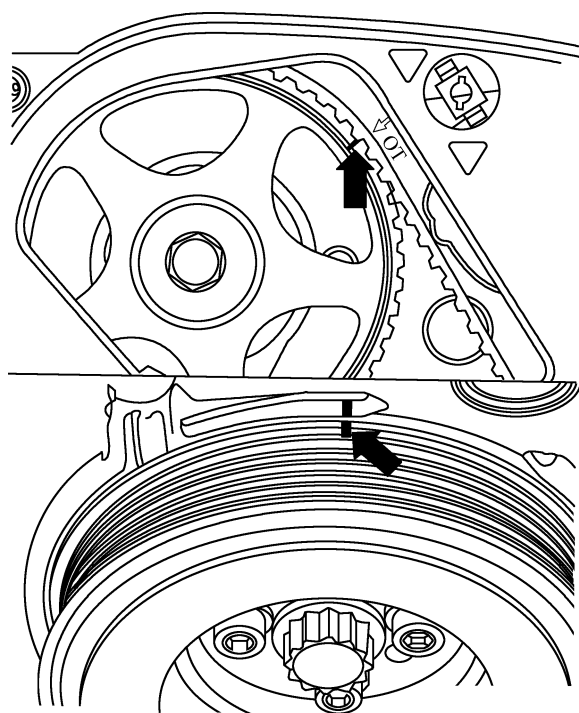

图 1-3-3 转动曲轴使凸轮轴正时齿轮位于上止点的标记上
(2) 如图 1-3-3 所示,转动曲轴使凸轮轴正时齿轮位于上止点的标记上。凸轮轴正时齿轮的标记必须与正时带护罩的箭头齐平。
(1) 如图 1-3-3 所示,将曲轴和凸轮轴置于气缸的上止点位置。